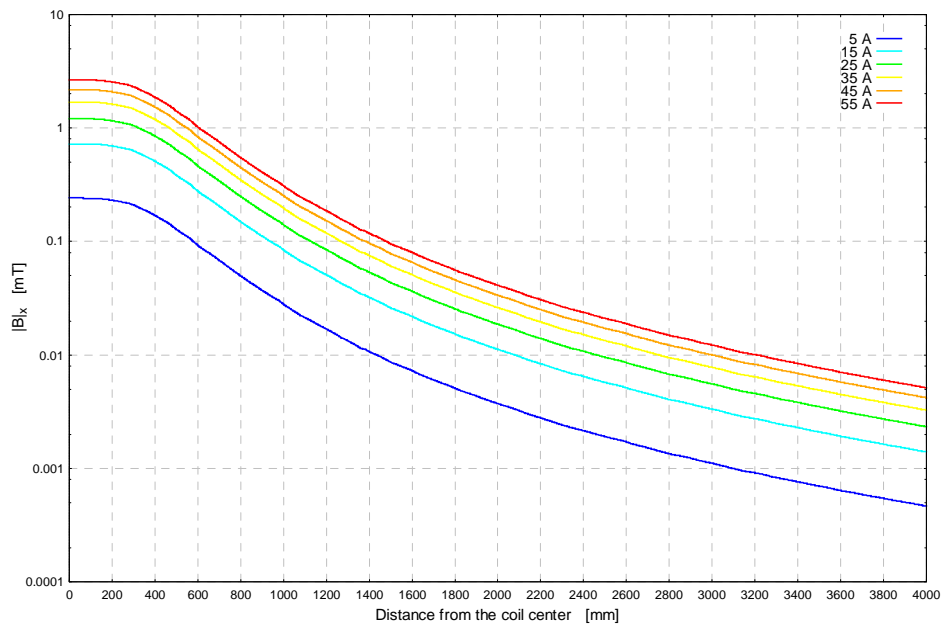
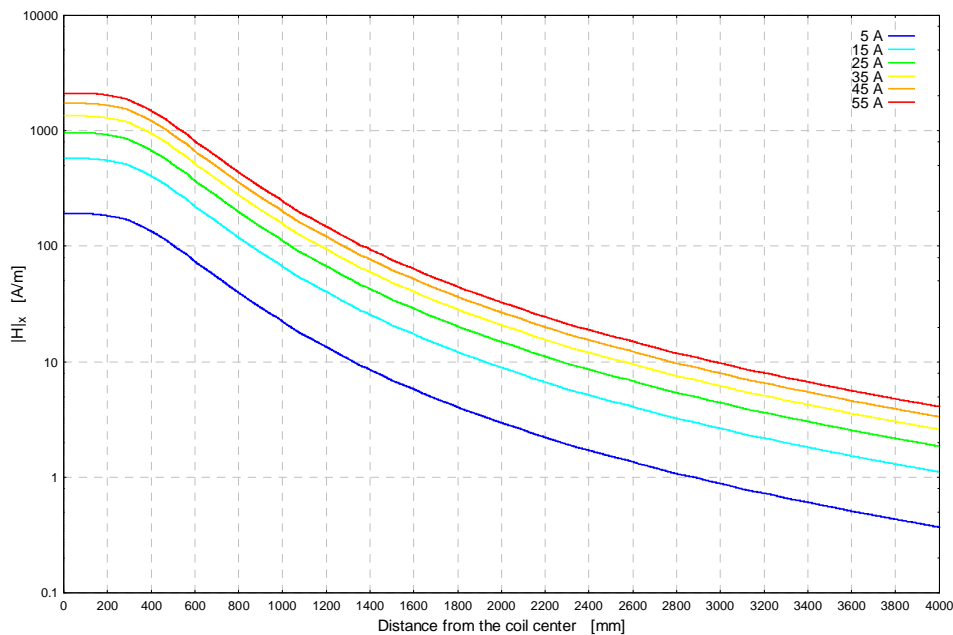

Abb.3: Der Betrag der magnetischen Flussdichte entlang der  $x$ -Achse als Funktion der Entfernung von der Spulenmitte für verschiedene Stromstärken.
Abb. 5: Der Betrag der magnetischen Feldstärke entlang der  $x$ -Achse als Funktion des Abstandes von der Spulenmitte für verschiedene Ströme.
Dieses Dokument beschreibt die Sicherheitsvorkehrungen, die bei der Benutzung der HHS 5206-16 zu beachten sind. Sie erzeugt Magnetfelder was speziell von Personen mit Implantaten, z.B. Herzschrittmachern beachtet werden sollte. Anhand der Finite-Elemente-Methode wurde die Feldverteilung um die Spule simuliert. Die Spule wurde modelliert (siehe Abb. 1) und die Feldverteilung graphisch dargestellt (Abb. 2), sodann wurde der magnetische Fluss (Abb. 3 und 4) sowie die magnetische Feldstärke (Abb. 5 und 6) in Abhängigkeit der Entfernung zur Spule dargestellt. Die Darstellung wurde mit verschiedenen Strömen parametrisiert. Die Feldstärke wurde in Betriebsrichtung  $x$  und in radialer Richtung  $r$  untersucht.
*The purpose of this document is to provide the safety instructions that are required to operate the circular Helmholtz coils HHS 5206-16. Special care should be taken by people with magnetic-field-sensitive implants (e.g. pacemakers). This document reports the simulation results that have been performed using FEMM (Finite Element Method Magnetic). A model of the Helmholtz coils has been developed (Fig. 1) and the results are presented in terms of the magnetic field intensity as a function of the distance (Fig. 2). The magnitude of the flux intensity (Fig. 3 & 4) and the magnitude of field strength (Fig. 5 & 6) are presented as a function of the increasing distance from the center of the Helmholtz coils and for different currents. The intentional operating direction of the coil has been assigned with  $x$  and the radial direction with  $r$ .*
Fig. 3: The magnitude of the magnetic flux density measured along the  $x$ -axis as a function of the distance from the Helmholtz coils center and the current through the coils.
Fig. 5: The magnitude of the magnetic field strength measured along the  $x$ -axis as a function of the distance from the Helmholtz coils center and the current through the coils.